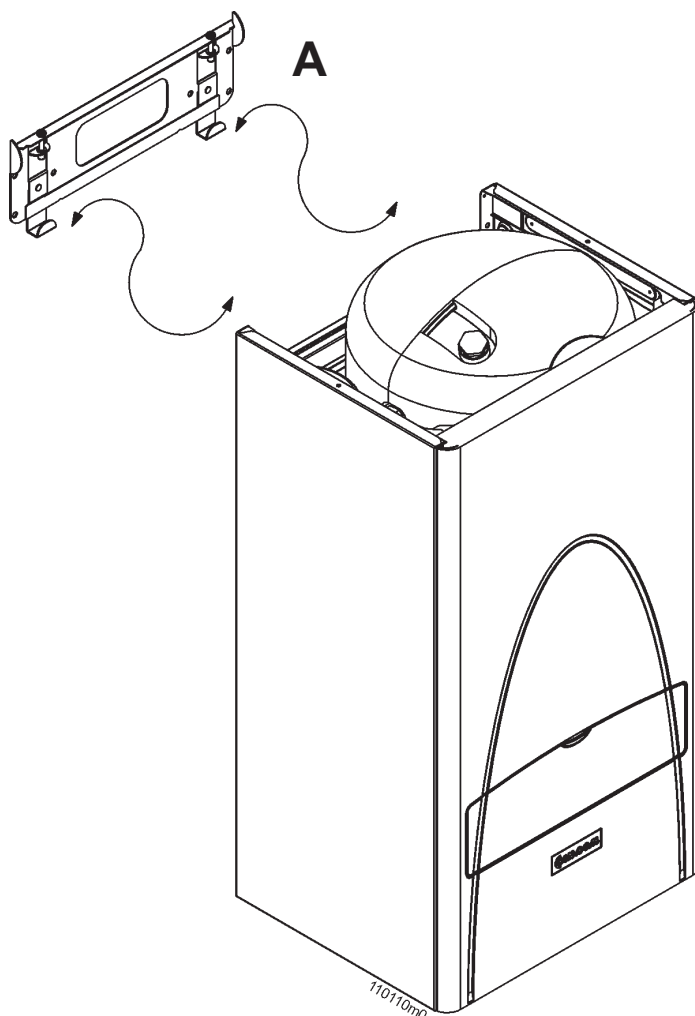

Figura 7 - Piastra regolabile di sostegno bollitore murale
- fissare la staffa di sostegno "A" (vedi figura 7), alla parete, con le viti dei tasselli a corredo;
- appendere il bollitore alla staffa "A" (vedi figura 7);